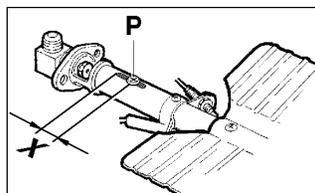

Fig.14
2. Allentare la vite **P** e regolare la posizione **X** del cono venturi (**Fig.14**) secondo le indicazioni della tabella n°4.